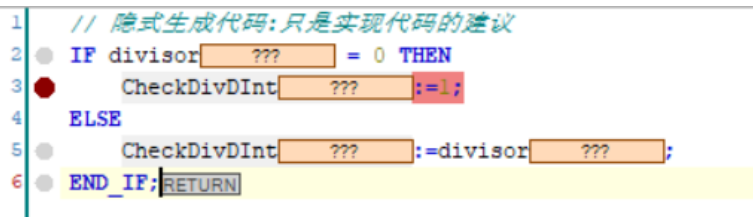

图 14.23 在程序中添加断点并激活
- 3) 登录 PLC，停止程序运行，在新增函数里的代码“CheckDivDInt:=1;”、“CheckDivLInt:=1;”、“CheckDivLReal:=1;”、“CheckDivReal:=1;”位置增加断点并激活（快捷键 F9），如图 14.23 所示。